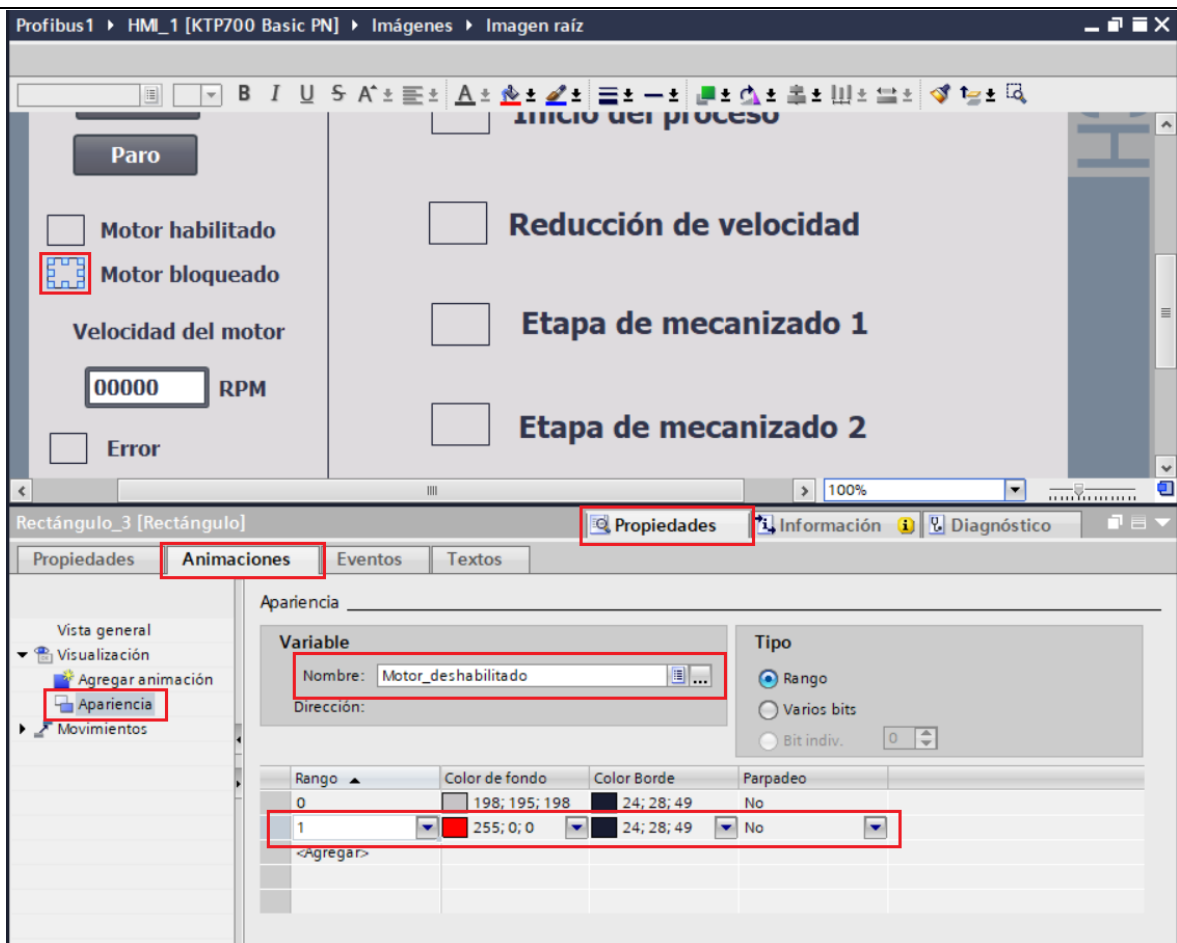

Figura 35. Configuración Motor Bloqueado
- En “Rango” seleccionar “1” y en “Color de fondo” seleccionar el color “Rojo” (ver Figura 35).